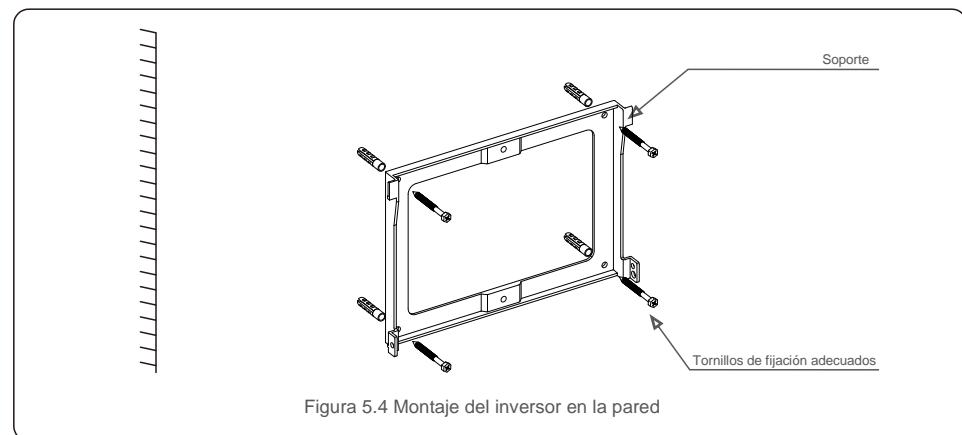
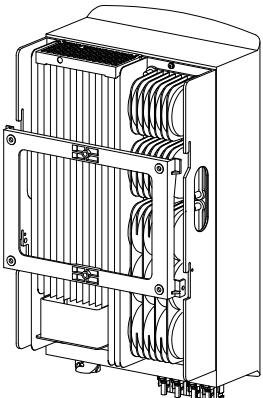

Figura 5.4 Montaje del inversor en la pared
Figura 5.5 Instale el inversor
Consulte la figura 5.4 y la figura 5.5. El inversor debe montarse verticalmente. Los pasos para montar el inversor se enumeran a continuación.
1. Consulte la Figura 5.4, los orificios para el perno de expansión según el diámetro del orificio del soporte (tornillos roscadores de cabeza hexagonal empotrados en cruz ST6.3 \*60, tubular expansible HJ0108 de 10\*50 mm) usando la perforación de percusión con el taladro de 10 mm deben permanecer verticalmente en la pared. La perforación debe realizarse verticalmente respecto a la pared. La profundidad de todos las perforaciones es de 60 mm.
2. Asegúrese de que el soporte esté horizontal. Asegúrese de que los orificios de montaje (en la figura 5.4) estén marcados correctamente. Taladre los agujeros en la pared con sus marcas.